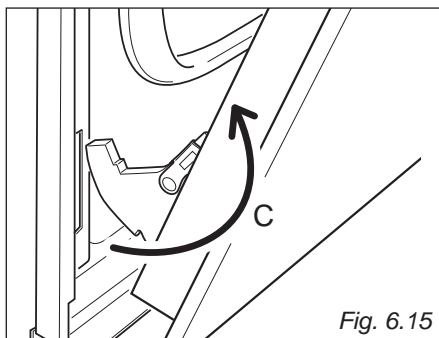

Fig. 6.15
- Retirez les crochets de charniere de leur emplacement en suivant la fleche "C" (fig. 6.15).